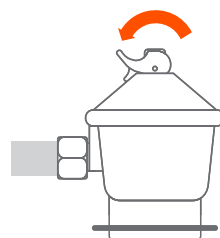

Fig. 4
- 6 Una vez conectado el regulador al cilindro y para abrir el suministro de gas hacia el artefacto, se debe hacer con la palanca de apertura y cierre del regulador en posición de APERTURA, como se aprecia en la Fig. 4.